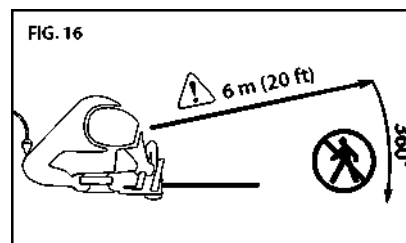

FIG. 16
Ζώνη ασφαλείας των παρευρισκόμενων είναι ένας κύκλος διαμέτρου 6 m (20 ft), το ελάχιστο, γύρω από τον χειριστή, που πρέπει να παραμένει ελεύθερος από τους παρευρισκόμενους, τα παιδιά και τα κατοικίδια ζώα (Fig. 16). Οι εργασίες ριψής δέντρων απαιτούν μεγαλύτερη ζώνη ασφαλείας, ανάλογα με το μέγεθος του δέντρου, ανατρέξτε στο κεφάλαιο "Ριψή δέντρου".
- Σιγουρευτείτε ότι οι παρευρισκόμενοι, ή οι βοηθοί, βρίσκονται σε απόσταση ασφαλείας από τα εκτινασσόμενα κλαδιά. Οι παρευρισκόμενοι, ή οι βοηθοί, δεν θα πρέπει να στέκονται ακριβώς μπροστά, ή πίσω, από τον χειριστή. Βλέπε Fig.16